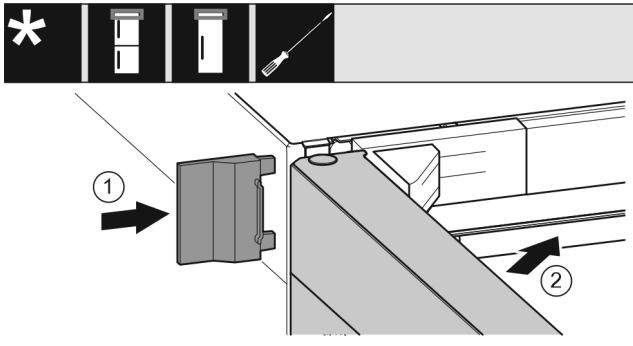

Fig. 27
- Applicare la copertura esterna Fig. 27 (1).
- Chiudere la porta superiore Fig. 27 (2).